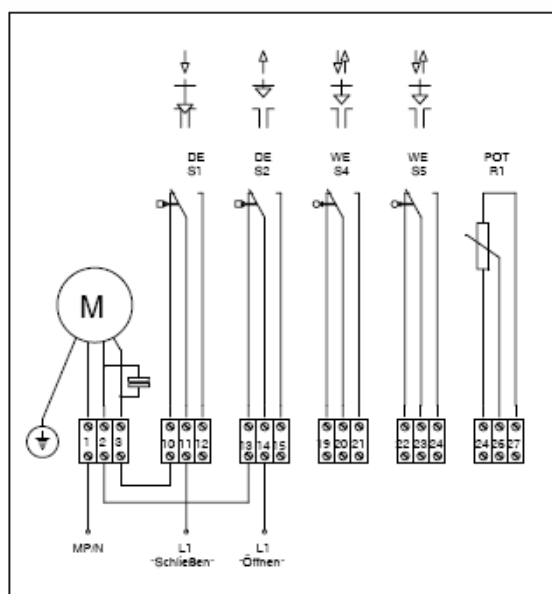

Abb.3
- Leitung durch die Stopfbuchse an die entsprechenden Klemmen führen und nach dem in der Haube eingeklebten Anschlußplan anklemmen (siehe auch Abb. 3 und Abb. 6).
Bedingung: Antrieb schließt gegen Ventil Lastabhängig, gegen Antrieb Lastabhängig (Abb.3).